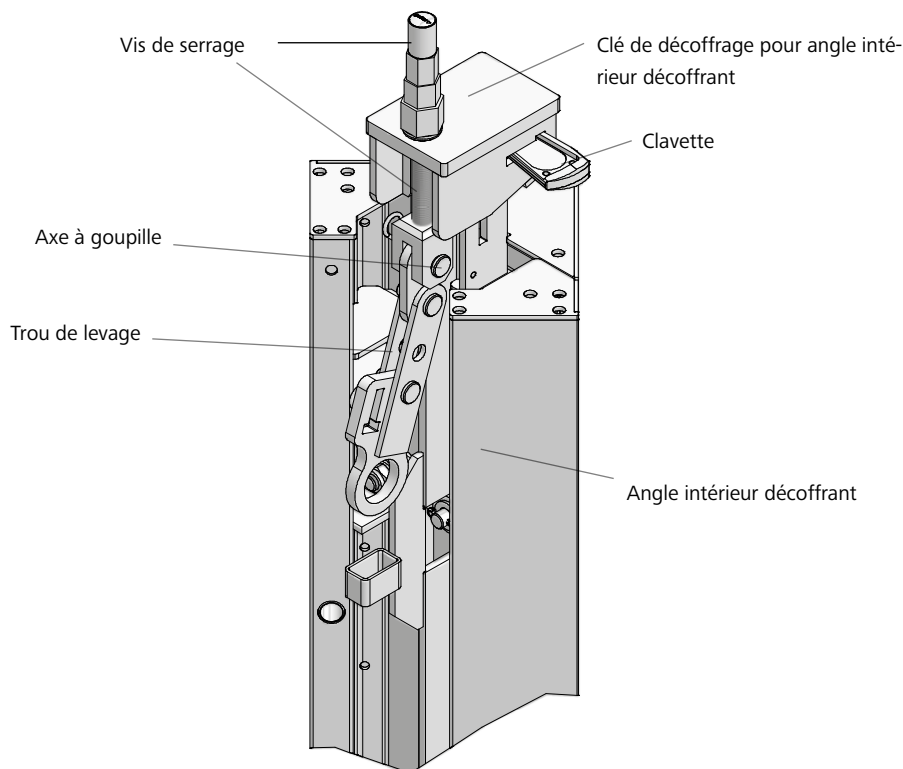

Fig. 34.2
1. Positionner la clé de décoffrage pour angle intérieur décoffrant sur la pièce de couplage située en haut de l'angle intérieur décoffrant. L'anneau de levage de l'angle intérieur décoffrant doit pour cela être abaissé (Fig. 34.2).
2. La fixation sur l'angle intérieur décoffrant se fait avec l'axe 16/40 et la goupille  $\beta 4$  qui sont intégrés à la vis de serrage de l'angle intérieur décoffrant (Fig. 34.2).
3. Pour fixer la clé de décoffrage de l'angle intérieur décoffrant, enfoncer la clavette dans l'ouverture située sur le côté de la clé décoffrante avec un marteau (Fig. 34.2).